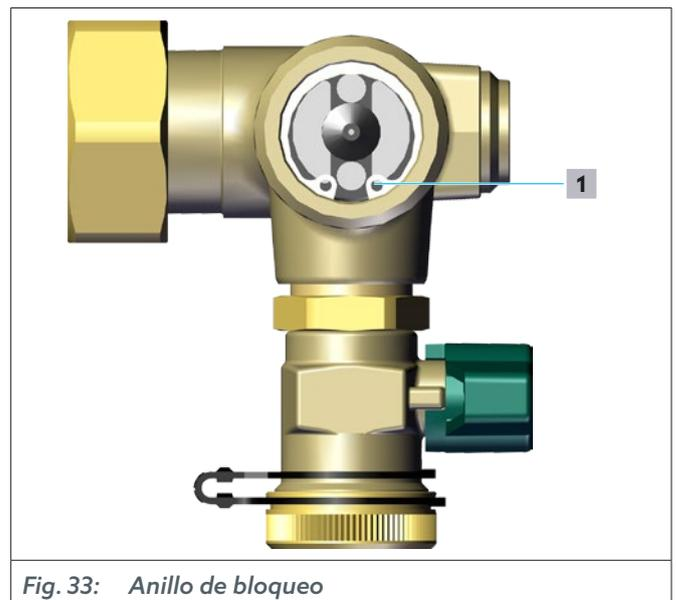

Fig. 33: Anillo de bloqueo
- 1** Afloje el anillo de bloqueo (véase posición **1** en Fig. 33 en la página 50) usando unos alicates apropiados.
- 2 Inserte el anillo de bloqueo (véase posición 1 en Fig. 33 en la página 50).